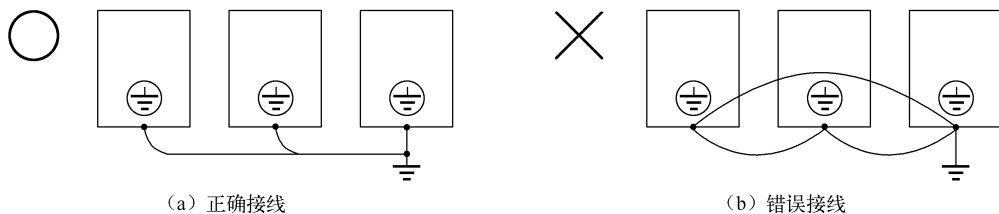

图 4-13 接地线的正确接线
⑦ 变频器与电动机之间的接线距离。变频器与电动机之间的接线距离较长时，电缆上的高频漏电流就会增加，从而引起变频器输出电流的增加，影响外围机器的正常运行。
⑧ 接地线的接线。进行接地线的接线时，应注意以下事项：
- 当使用多台变频器时，注意不要使接地线绕成环形。接地线的接线如图 4-13 所示。